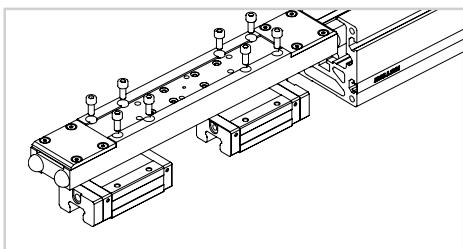

Abb. 16
- 18) Ziehen Sie den Laufwagen vollständig heraus, um Zugang zu beiden Linear Führungswagen zu erhalten (Abb. 16). Entfernen Sie den zu ersetzenen Linear Führungswagen.